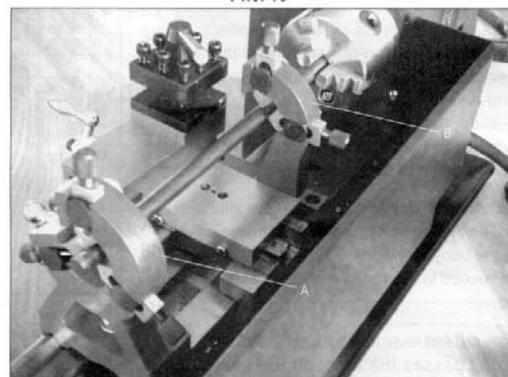

Рис.15
На Рис.15 изображены подвижный люнет (A) и неподвижный люнет (B), закреплённые на станке. Они используются для поддержки длинных заготовок.